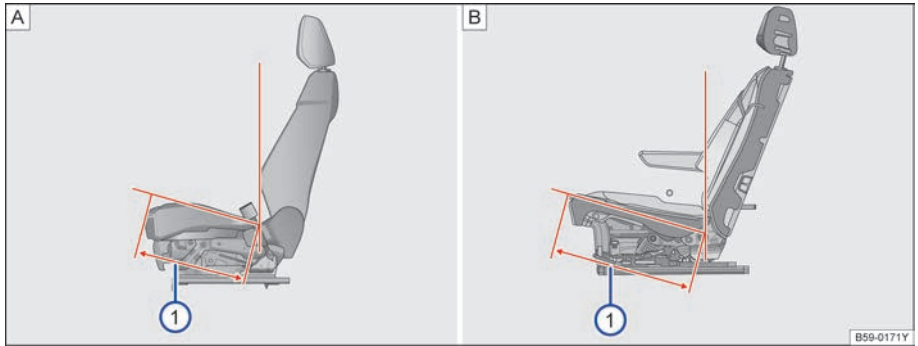

图 76 前排及第二排座椅坐垫深
当前排位置处于设计位置时，坐垫深=460mm→图 76[A]①
当第二排位置处于设计位置时，坐垫深=478.5mm→图 76[B]①